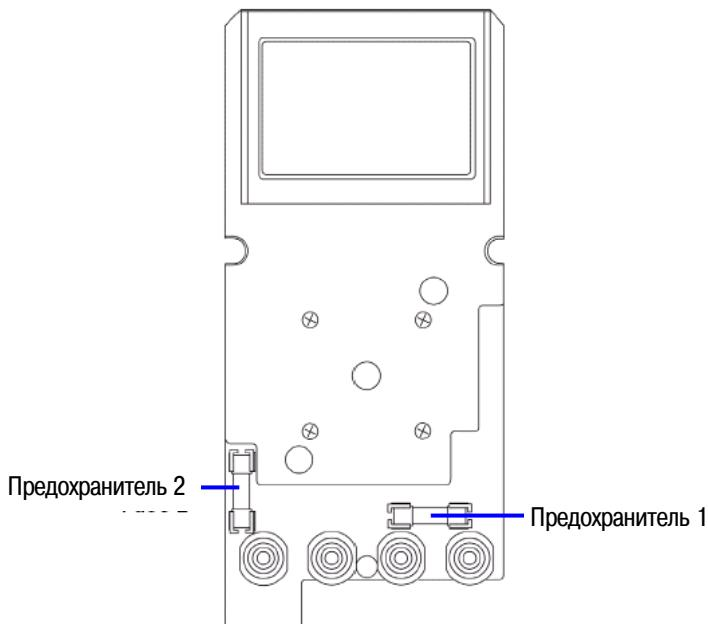

Рис. 6-3 Замена предохранителей
4. Выньте приборную плату, как показано на рис. 6-3.